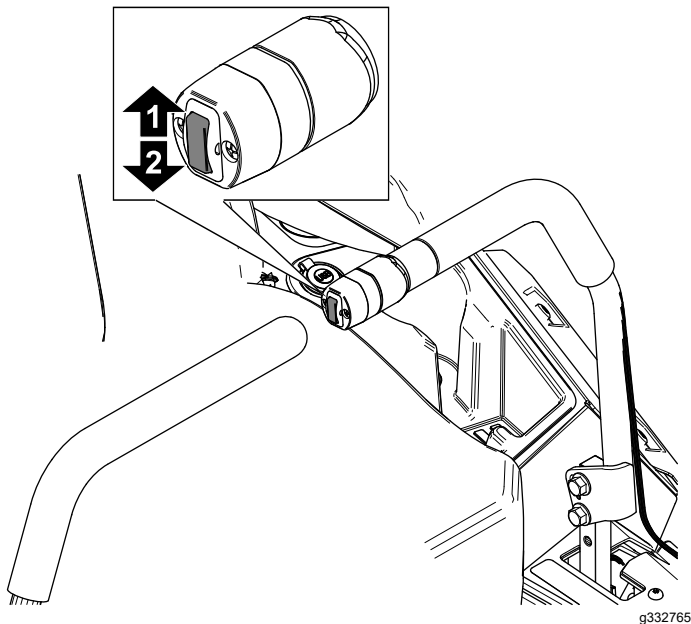

Bild 31
1. Drücken Sie den Mähwerkhubschalter nach oben (Bild 31).